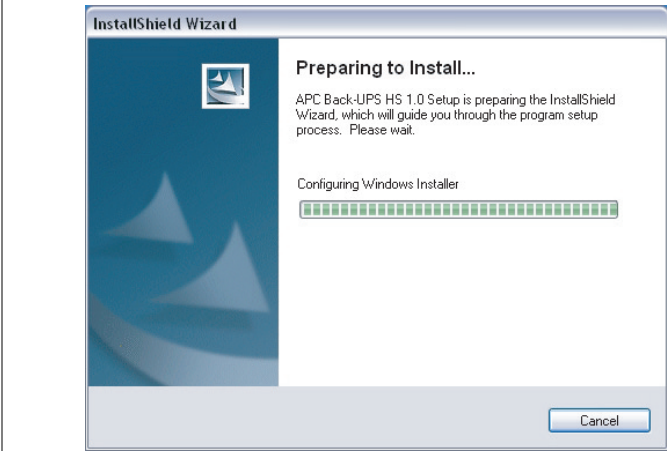

Рисунок 1. Окно программы InstallShield Wizard
2. Дважды щелкните иконку дисководов **CD-ROM**, а затем снова дважды – иконку setup.exe. При этом запустится программа инсталляции, которая выведет на дисплей окно **Мастера установки (InstallShield Wizard)** (Рис. 1). После этого начнется процедура инсталляции ПО. Для её прекращения нажмите кнопку **Cancel (Отмена)**.